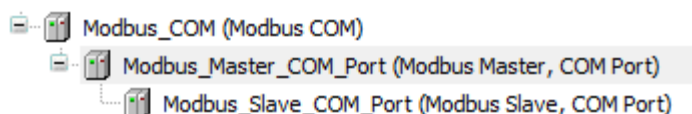

Рис. 11.1. Компоненты master-устройства **Modbus RTU** с опросом одного slave-устройства
4. Проверьте настройки компонента **Modbus COM** (см. рис. 11.1)
5. Проверьте настройки компонента **Modbus Master, COM** (см. рис. 11.1)
6. Проверьте настройки компонента **Modbus Slave, COM PORT** (см. рис. 11.1)